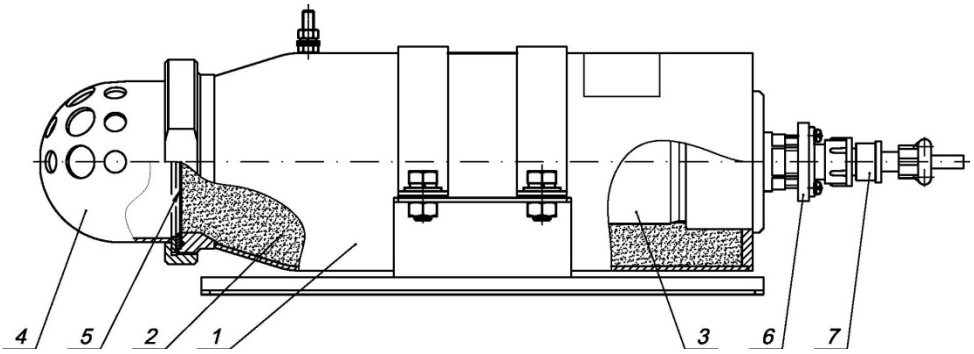

Рисунок 3. Устройство модуля.
4.1 Модули (см. рис.3) состоят из стального корпуса **1**, заполненного огнетушащим порошком **2**, генератора газа **3**, насадка-распылителя **4** и разрывной мембраны **5** с насечками. Разрывная мембрана плотно прижата к корпусу насадком-распылителем.